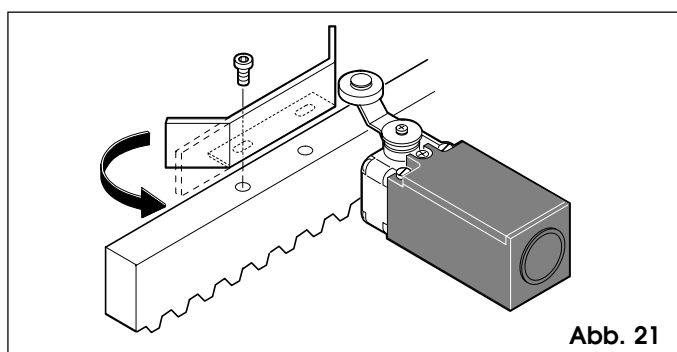

Abb. 21
Der Antrieb 884 ist mit einem elektromechanischen Endschalter mit Hebel und Rolle ausgestattet, der den Stopp der Bewegung des Tores in dem Moment ansteuert, in dem ein Formfeinblech, das im oberen Bereich der Zahnstange angebracht ist, den Hebel bis zum Einsatz des Mikroschalters verschiebt (Abb.21).
**Anmerkung:** die Feinbleche sind auch für eine eventuelle Befestigung mit Schrauben ausgelegt (Abb.21).
**Wichtig:** a) Das Feinblech sollte den Endschalter mit dem geformten Bereich aktivieren, wie aus Abb.21 hervorgeht.
b) Um zu vermeiden, daß das Feinblech den Endschalter überspringt (lange Bremsung) wird empfohlen, den geformten Endteil aufzurichten, wie in Abb.21 gezeigt.